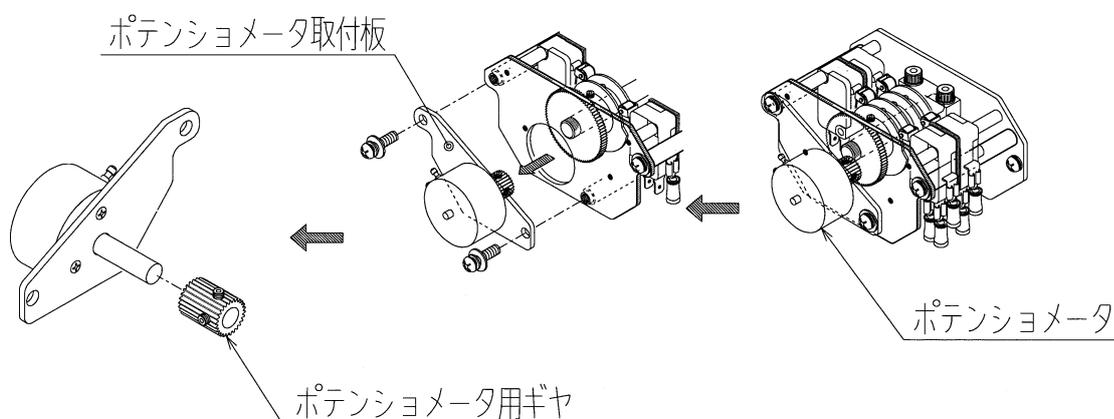

図10 : ポテンシオメータの取り外し
(1) ポテンシオメータの交換要領 (制御動作C形、巻線抵抗形ポテンシオメータ135Ωの場合)
- ①コントロールモータを電動動作で全閉位置とし電源を遮断します。
- ②コントロールモータのスイッチカバーを外します。
- ③端子箱カバーを外し、端子BM, RM, WMに接続されている外部配線を解線します。
- ④端子RM-WM間にテスタ (抵抗レンジ) をあて抵抗値を測定、記録します。
- ⑤ポテンシオメータ本体の3端子に接続されているリード線色と端子番号を記録します。
- ⑥ポテンシオメータの端子付近からリード線を切断します。
- ⑦ポテンシオメータ取付板を取り外します。(図10参照)
- ⑧ポテンシオメータに付いているギヤを外し、ポテンシオメータを取付板から取り外します。